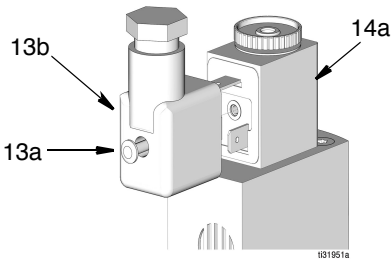

图 25
4. 拧松微型 DIN 电磁阀接头 (14a) 背面的螺丝 (13a) 并断开它与电磁阀接头 (14a) 的连接（图 25）。